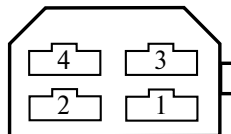

Рис. 9
**ЗЕЛЕНЫЙ ПРОВОД** подключается к контактам датчика скорости, рис. 9.